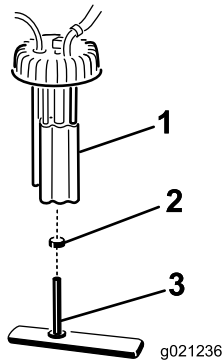

Figura 52
2. Desenchufe los conectores del arnés de cables de la bomba de combustible (Figura 52).
3. Retire el conjunto de la bomba de combustible y el filtro de combustible del depósito (Figura 52).
combustible. Retire el tubo del acoplamiento (Figura 52).